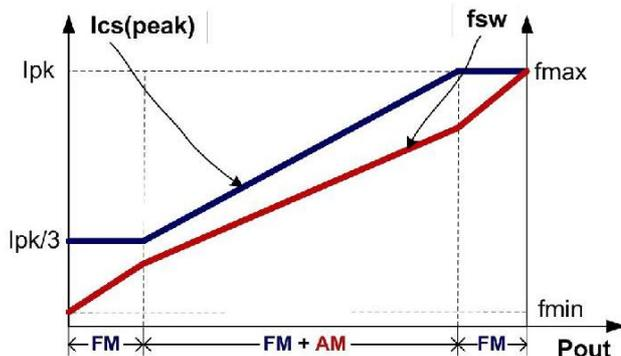

图 4
如图 4 所示，为了满足严苛的平均效率和待机功耗要求，U6237D 采用了调幅控制 (AM) 和调频控制 (FM) 结合的多模式控制技术。